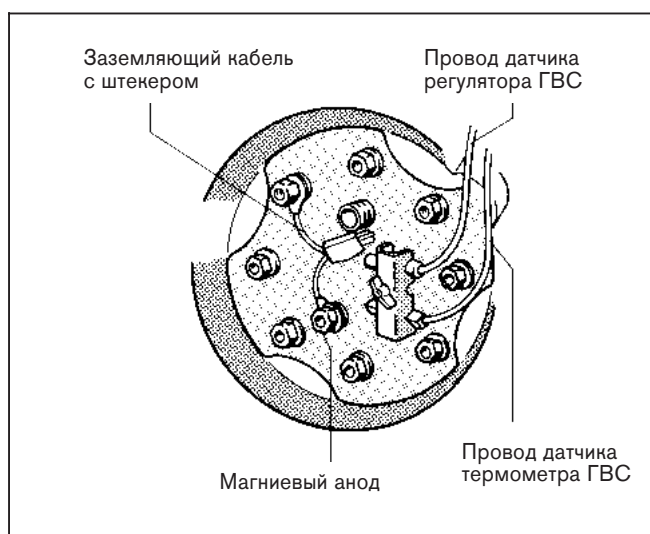

Рис. 14
- Вложить ушко заземляющего кабеля и закрутить шестигранные болты (рис. 14)